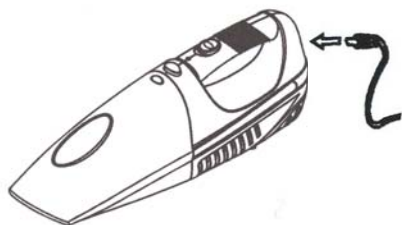

Fig. 1
**NOTA:** Se alcanzará el rendimiento máximo únicamente luego de haber cargado y descargado la unidad dos (2) o tres (3) veces.
4. La luz indicadora de carga se encenderá verde para indicarle que la aspiradora se está cargando. (Fig. 1)